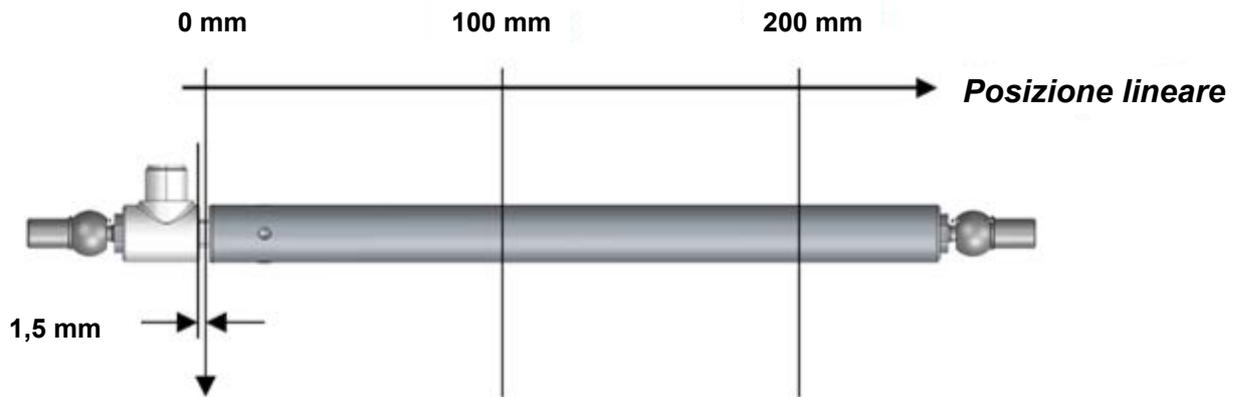

Figura 10. Posizione meccanica a 0 mm
- **ZERO**: la Figura 10 e la Traccia 1 mostrano rispettivamente la posizione meccanica del sensore e del PDO1, che contiene la misura associata.